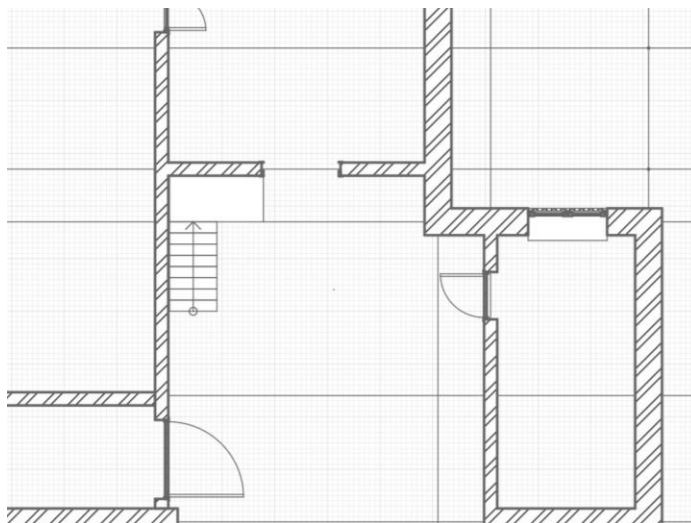

Рис. 4 Построение перекрытия
6.Перейдем на вкладку **Базовый уровень**, выберем инструмент **Перекрытие** и на смещении от уровня в **1500 мм.** при помощи способа построения **Прямая по двум точкам** создадим межлестничную площадку толщиной **200 мм.** (рис. 4)